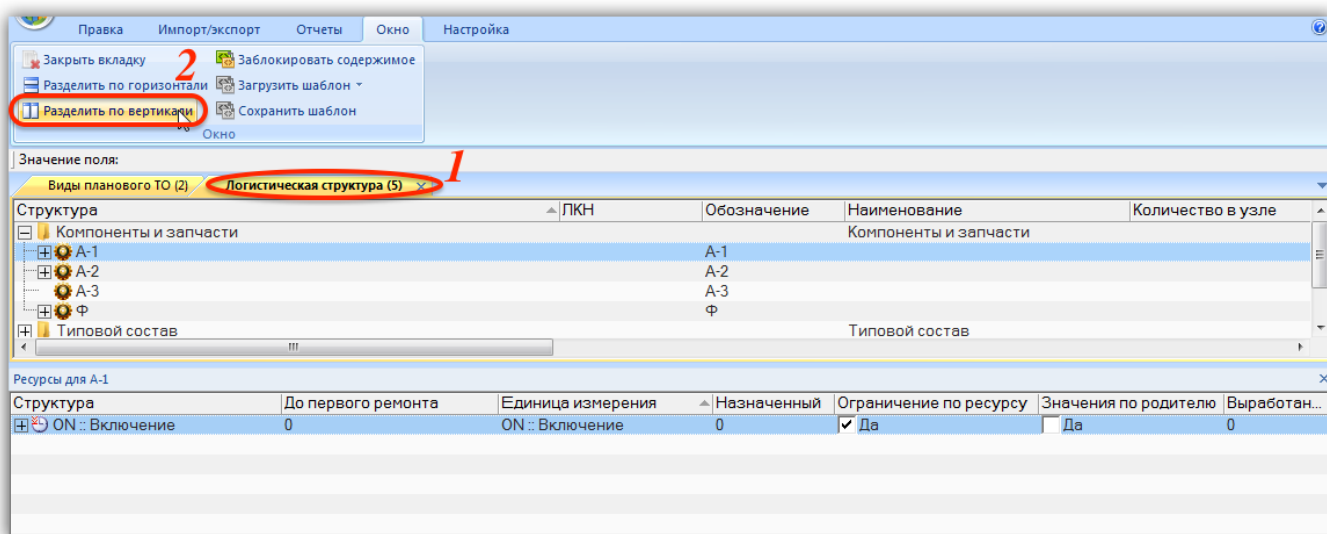

Рис. 5-45 – Исходная группировка рабочих окон
- 1) Выбрать вкладку в группе рабочих окон (1 на рис. 5-45).
- 2) Нажать кнопку «Разделить по вертикали»  (2 на рис. 5-45) или «Разделить по горизонтали» .